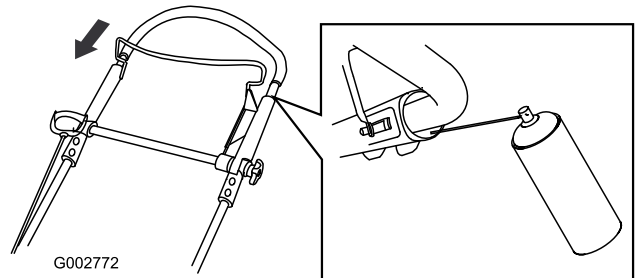

Bild 47
2. Drücken Sie den oberen Bügel ganz nach unten und sprühen Sie die innere Kunststoffoberfläche des äußeren Bügels ein (Bild 47).